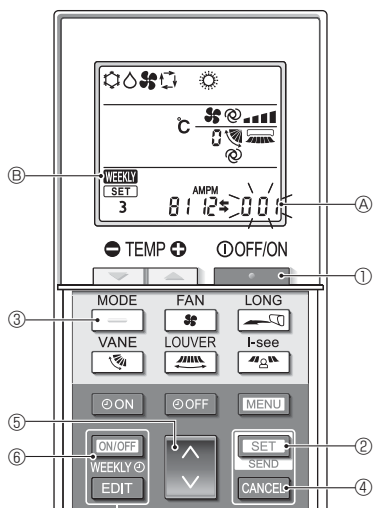

Fig. 4-12
4.12.8. Désactivation du mode AUTO (Fig. 4-12)
1. Appuyez sur la touche **STOP** ① pour arrêter le climatiseur.
• Si la minuterie hebdomadaire est activée, appuyez sur la touche **ON/OFF WEEKLY** ⑥ pour la désactiver. (**WEEKLY** ⑥ disparaît.)
2. Appuyez sur la touche **SET** ② pendant 5 secondes.
• L'appareil passe en mode de réglage des fonctions. (Le numéro de réglage du modèle ④ clignote.)
3. Appuyez sur la touche **UP** ④.
4. Achèvement des réglages (Fig. 4-12)